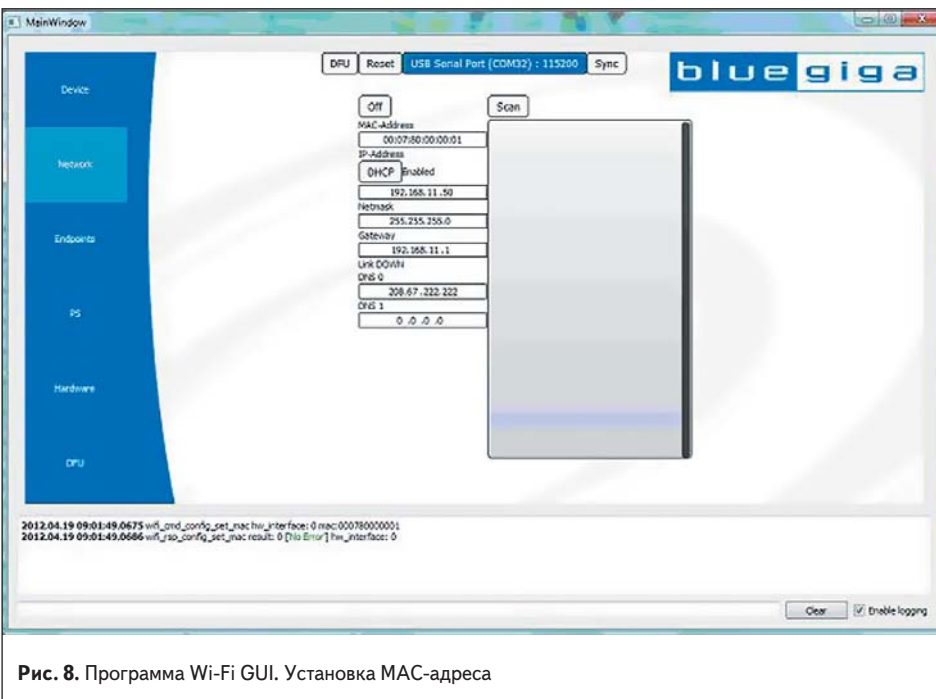

Рис. 8. Программа Wi-Fi GUI. Установка MAC-адреса
- Ввести MAC-адрес (для примера 00:07:80:00:00:01) в соответствующую строку. В нижней части страницы в окне **log** появится информация об установке MAC-адреса (рис. 8).